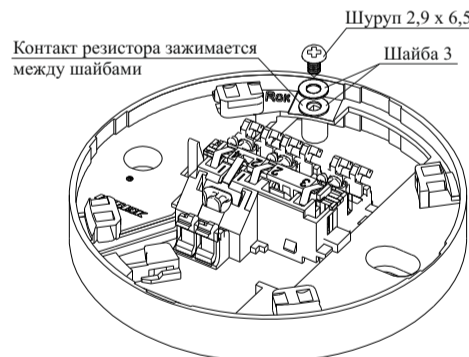

Рисунок 1
- Извещатель выполнен в пластмассовом корпусе, внутри которого размещена оптико-электронная система и плата с электронными компонентами, обеспечивающая обработку сигналов на базе микроконтроллера. Разъемное соединение извещателя с базовым основанием обеспечивает удобство установки, монтажа и обслуживания извещателя. Для подключения извещателя к прибору с использованием добавочного резистора в базовых основаниях V1.05, V2.05 имеется пятый контакт, обозначенный Rok (рисунок 1). Схема подключения приведена на рисунке Г.1 приложения Г.